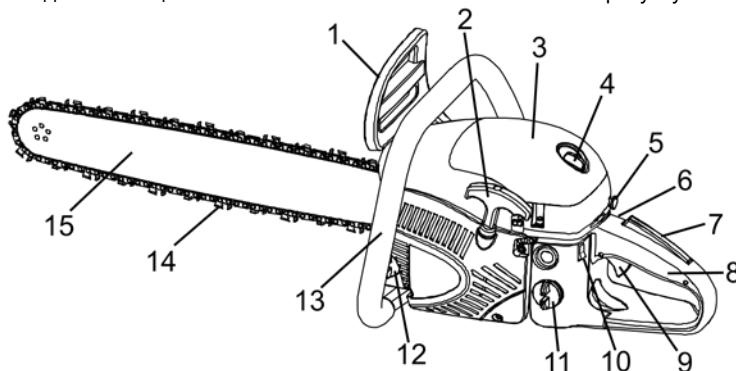

Рисунок 1
При кожній заправці паливом обов'язково перевіряйте та доливайте оліву для змащування ланцюга. Кришка горловини масляного бака (12, рисунок 1) позначена відповідним зображенням. Рекомендовано використовувати тільки спеціальну оліву для ланцюгів. Можливе використання чистих, відповідних сезону моторних олив (влітку – в'язкістю SAE10W-30 або SAE10W-40, взимку – SAE10W-20). Оліва для ланцюгів значно знижує тертя та нагрів ланцюга та напрямної шини, полегшує їх очищення від стружки та пилу, надійно захищає від корозії та придатна до всесезонного використання.
- Перевірте, щоб гальмо ланцюга (1, рисунок 1) правильно функціонувало (увімкнене – важіль захисного пристрою (1) переведений уперед (убік пилляльної гарнітури), вимкнено – важіль переведений назад (убік руків'я)).
- Вимикач запалювання (10, рисунок 1) переведіть в положення «Увімкнене» («I», «ON»).
- Повністю витягніть ручку повітряної заслінки карбюратора (5, рисунок 1) (положення «СНОК» – повітряна заслінка повністю закрита).
- Декілька разів натисніть на праймер (паливний насос 6, рисунок 1), доки він частково не заповниться паливом. Праймер, заповнений паливом більше ніж половина, свідчить, що до карбюратора надійшло паливо.
- Візьміться за переднє руків'я бензопили (13, рисунок 1) лівою рукою. Поставте бензопилу на землю, наступивши правою ногою на нижній бік заднього руків'я (8, рисунок 1).
- Візьміть руків'я стартера (2, рисунок 1) правою рукою та плавно потягніть шнур стартера. Зверніть увагу: не витягуйте повністю шнур стартера та не випускайте руків'я стартера при витягнутому шнурі – це може привести до пошкодження стартера. Потягніть руків'я стартера кілька разів, поки двигун не зробить робочий такт.